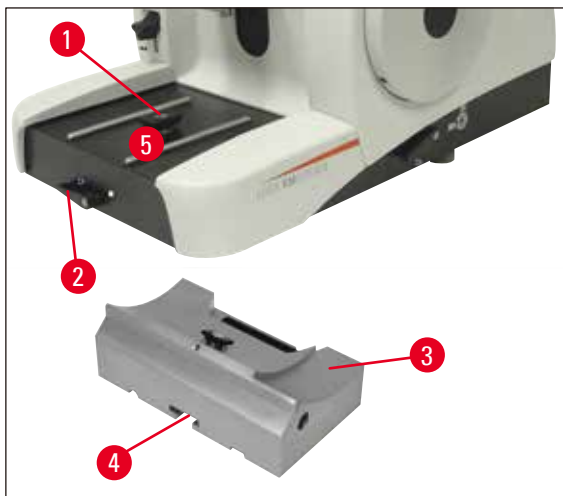

Fig. 12
- Soltar la palanca de sujeción delantera de la placa base del microtomo y desplazar la base portacuchillas con el portacuchillas hasta poco antes de tocar la muestra. Véase la (→ pág. 26 – Fig. 12) o la (→ pág. 42 – Fig. 30).